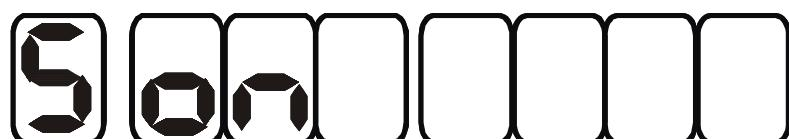

Рис.20. Вид индикатора, когда звуковая сигнализация включена.
**6.3.7. Режим включения/выключения звуковой сигнализации.** Находясь в рабочем режиме, нажмите кнопку “Режим” шесть раз. Прибор перейдет в **режим включения/выключения звуковой сигнализации**. На индикаторе отобразится надпись (Рис. 20):